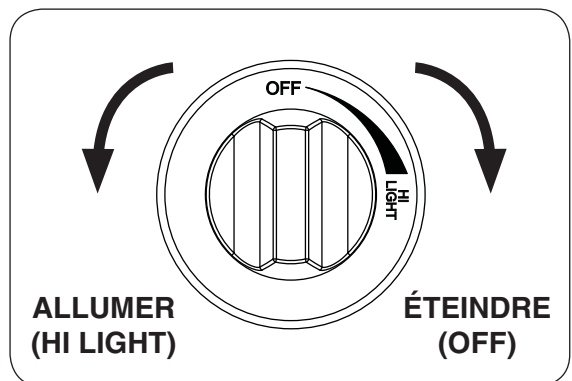

Fig. 36-2
4. **Une fois que le match est en feu et en position**, appuyer sur le bouton de contrôle du gaz et tournez dans le sens antihoraire à la position de **HI LIGHT (allumer)** (voir Fig. 36-2). Votre brûleur devrait s'allumer.
Pour éteindre le brûleur à gaz, appuyer sur le bouton de contrôle du gaz et tourner dans le sens horaire à la position **OFF (éteindre)** (voir Fig. 36-2). Assurez-vous que le bouton de commande est tourné complètement hors tension pour éviter toute fuite de gaz.